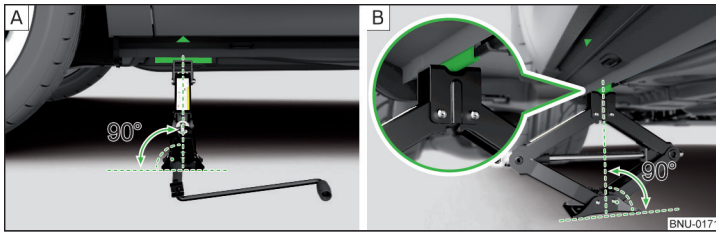

Abb. 324 Wagenheber ansetzen
Die Aufnahmestege für den Wagenheber befinden sich direkt unter der Markierung auf der Unterholmverkleidung » Abb. 324 - [A].
- Die Grundplatte des Wagenhebers mit der gesamten Fläche auf einem geraden Untergrund stellen, sodass sich der Heber in senkrechter Position zum Aufnahmesteg befindet » Abb. 324 - [A].
- Den Wagenheber mit der Kurbel so weit hoch drehen, bis die Klaue des Hebers den Steg umfasst » Abb. 324 - [B].